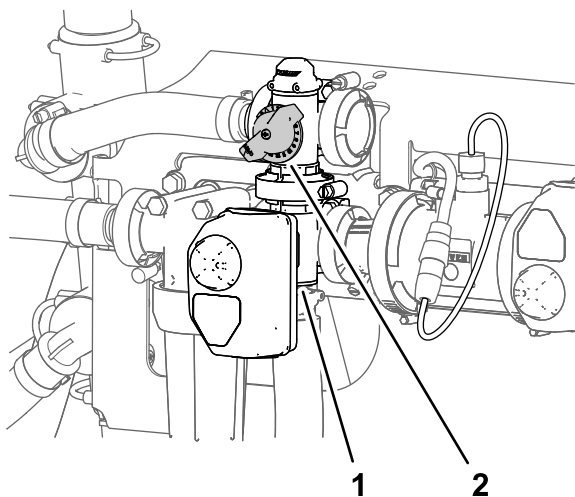

Figura 36
11. Ajuste la válvula de desvío de agitación (Figura 36), situada en la parte trasera de la válvula de agitación, hasta que la presión del sistema de fumigación indicada en el manómetro sea de 6.89 bar (100 psi).